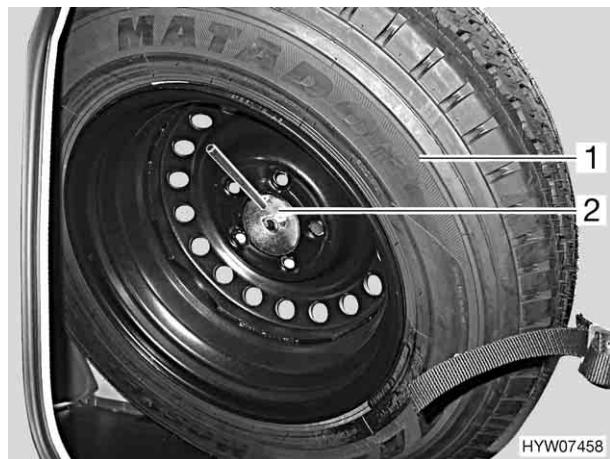

Fig. 133 Portaruota di scorta
- Svitare il bullone (Fig. 133,2).
- Prelevare la ruota di scorta (Fig. 133,1).